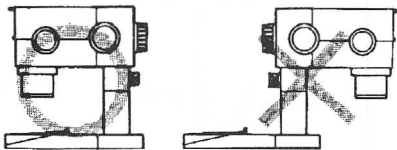

Abb. 4
* **Die Objektivhalterung muß sich über der Tischeinsatzplatte im Fuß des Geräts befinden. Wenn der Mikroskopkörper auf der falschen Seite des Stativs angesetzt wird, ist das Stativ instabil. (Abb. 4)**